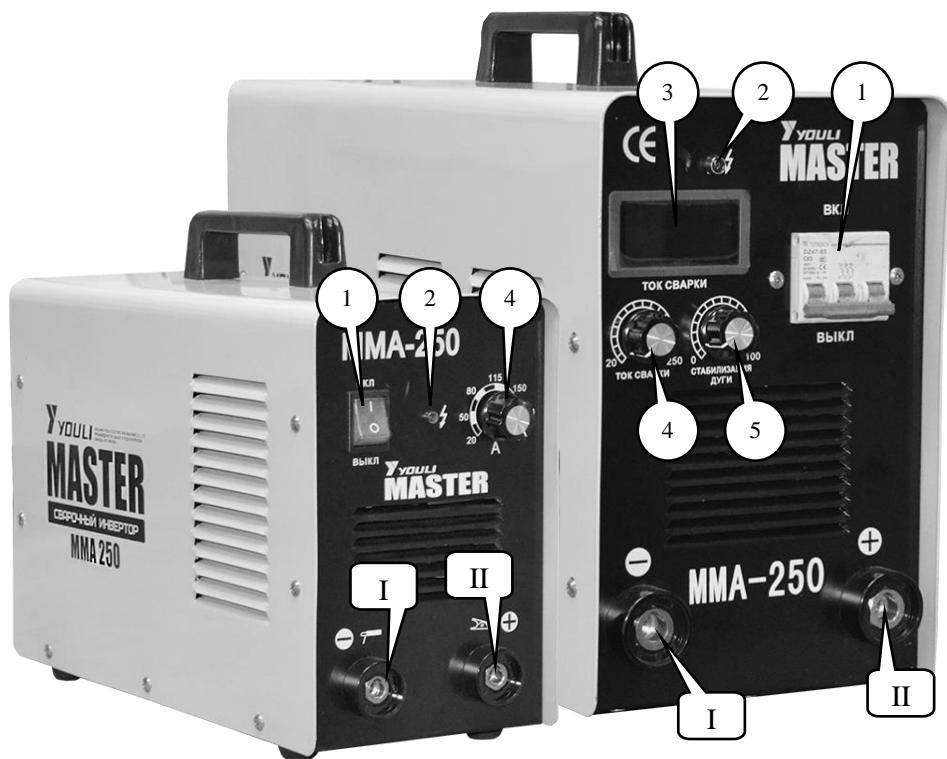

Рис. 1. Расположение органов управления и индикации.
- Подключить силовой разъем держателя электродов к разъему I ( - ) сварочного аппарата (Рис. 1).
- Подключить силовой разъем держателя электродов к разъему II ( + ) сварочного аппарата (Рис. 1) .